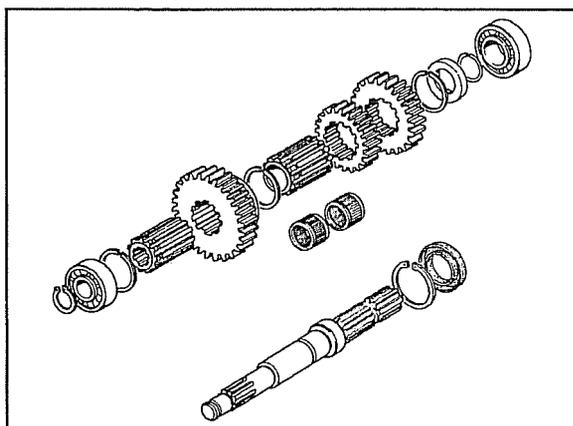

Fig. 19
8. La fig. 19 illustre l'ordre des pièces montées sur l'arbre de la prise de force indépendante.